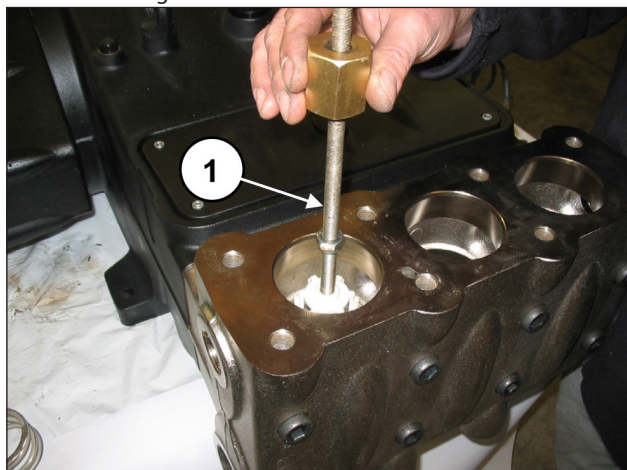

Fig. 103
Estrarre il gruppo valvola mandata mediante l'utilizzo di un estrattore a massa battente (cod. 27516400) da applicare al foro M10 del guida valvola (pos. ①, Fig. 103) o, in aggiunta, eventuale adattatore M10-M16 (cod. 25089700) da applicare al filetto M16 del guida valvola.